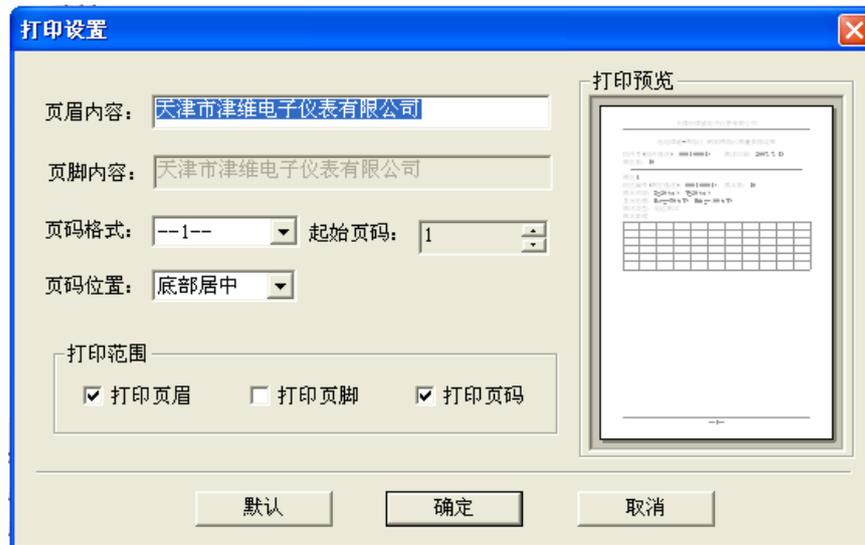

图 4-13 打印设置
9. 打印设置：进行有关打印机的设置，如图 4-13 所示，打印预览框能动态显示打印范围及打印参数选择框的当前选择情况，其中各项参数均有自动记忆功能，即初始化为上次打印设置相应的设置值。